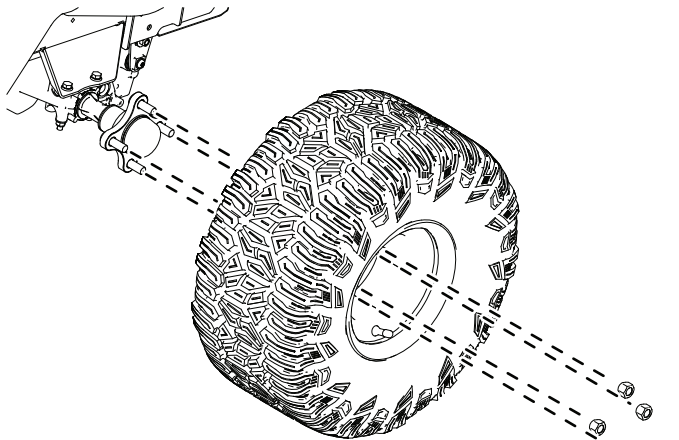

Bild 4
10. Entfernen Sie die Hinterräder, wie in **Bild 4** dargestellt.